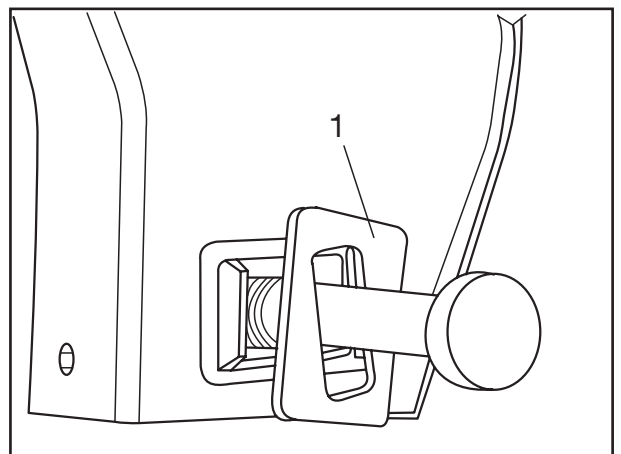

Fig. 17
- [26] Kulissenscheibe auf den Federbolzenvierkant aufschieben. Hierbei auf richtige Lage der Kulissenscheibe achten (Fig. 17/1).
- [26] Push connecting link disc onto the square spring bolt, ensuring correct positioning of the connecting link disc (Fig. 17/1).
- [26] Pousser la cale à coulisse sur le carré se trouvant sous la tête du boulon de ressort en veillant à la bonne position de la cale à coulisse (fig. 17/1).